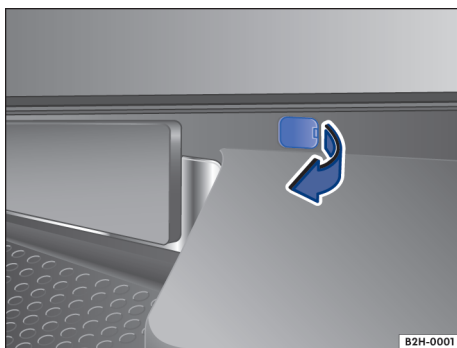

Fig. 203 Caperuza en el paragolpes.
Según la versión del modelo, el tornillo para girar hacia abajo la rueda de repuesto o la rueda de emergencia se encuentra bajo una caperuza → fig. 203 en el paragolpes o a la derecha, al lado del soporte de la matrícula.
1. Apalancar la caperuza con el lado plano del destornillador de la caja de herramientas de a bordo en el sentido de la flecha → fig. 203.